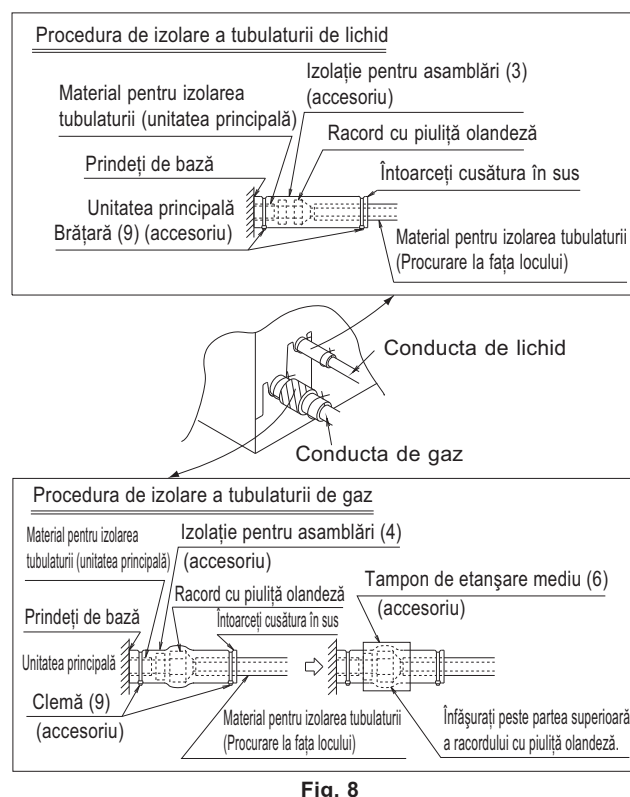

Fig. 8
(2) După terminarea lucrării, aveți grijă să verificați dacă nu sunt scăpări de gaz.
(3) După ce ați controlat că nu sunt scăpări de gaz, aveți grijă să izolați racordurile consultând Fig. 8.
- Izolați utilizând izolația pentru asamblări (3) (4) care însoțesc conductele de lichid și de gaz. În afară de asta, asigurați-vă că izolația pentru asamblări (3) (4) de pe tubulatură de lichid și de gaz are cusătura în sus. (Strângeți ambele margini cu cleme (9).)
- Pentru tubulatură de gaz, înfășurați tamponul de etanșare mediu (6) peste izolația pentru asamblări (4) (partea cu piulița olandeză).